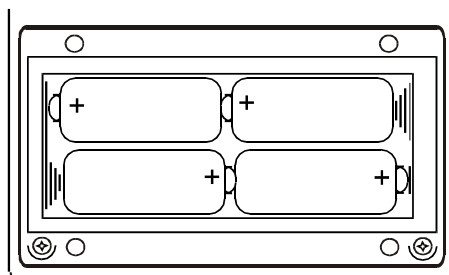

Fig. 22. Polarità corretta di inserimento batterie
- ◆ Rispettare la polarità nell'inserimento delle batterie, vedere Fig. 22.